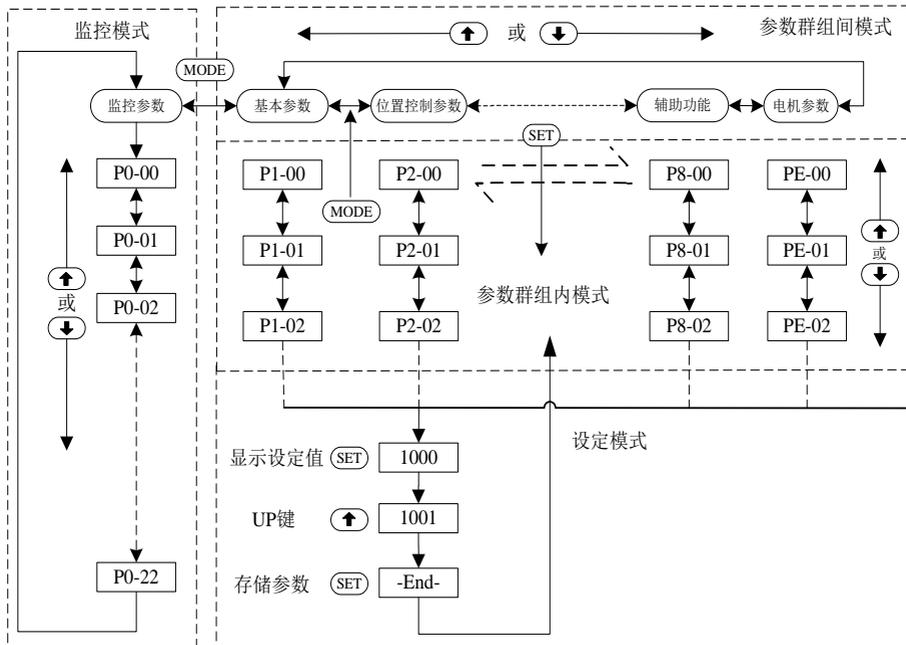

图 5-2-1 参数设置流程图
(1) 驱动器电源接通时，面板显示驱动器默认的监控码一秒钟，后进入监控显示模式；
(2) 在监控模式下，按 UP 或 DOWN 键切换监控参数码，此时按 SET 键进入该参数码的监控显示，若无按键动作，一分钟后自动进入该参数码的监控显示；
(3) 监控模式时，监控参数为 32 比特数或显示数值大于 5 位数值的二进制数时，按 SHIFT 键，进行高低位显示的切换，高位显示时，最高位 LED 灯小数点亮；
(4) 在监控模式下，按 MODE 键进入参数群组间模式，之后按 UP/DOWN 键切换群组码，按 MODE 键脱离参数群组间模式回到监控模式；
(5) 在参数群组间模式下，按 SET 键进入参数群组内模式，按 MODE 键脱离参数群组内模式回到群组间模式。按 SHIFT 键，闪烁字符左移，可对群组号及组内高位修改，选择所需参数；
(6) 在参数群组内模式下，按 SET 键立即进入参数设定模式并显示参数的设定值，按 UP 或 DOWN 键变更参数码的后两位码值；
(7) 在设定模式下，按 SHIFT 键时闪烁字符左移，再利用 UP/DOWN 进行较高位参数字符的设定；
(8) 在设定值修改完毕后，按 SET 键即可进行参数值的储存或执行命令；
(9) 完成参数设定后，显示器会显示相应的提示符号代码，如显示“-End-”，并自动回到参数群组内模式；
(10) 在设定模式下，按 MODE 键或一分钟内无按键动作均会放弃参数设定值的修改，并回到参数群组内模式。其它模式下，无按键动作超过一分钟同样回到监控模式。其具体流程如图 5-2-1 所示。